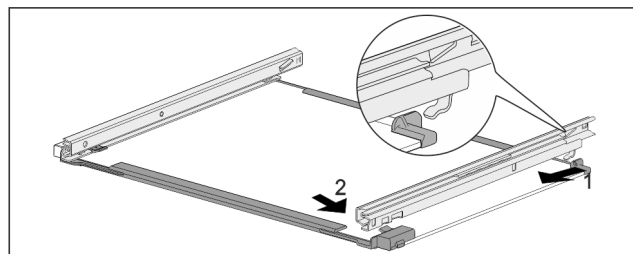

Fig. 228 Ripiano in vetro con guide
- Agganciare la guida sul lato posteriore. Fig. 228 (1)
- Innestare la guida sul lato anteriore. Fig. 228 (2)